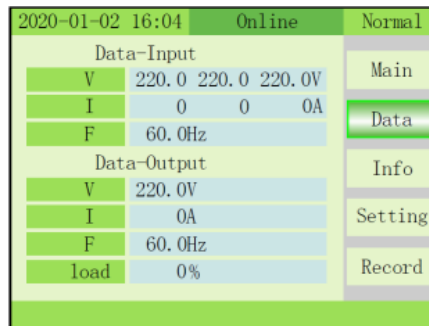

Fig. 3-9 Menú Data
3) DATA: Este menú muestra información detallada de entrada y salida (Fig. 3-9).